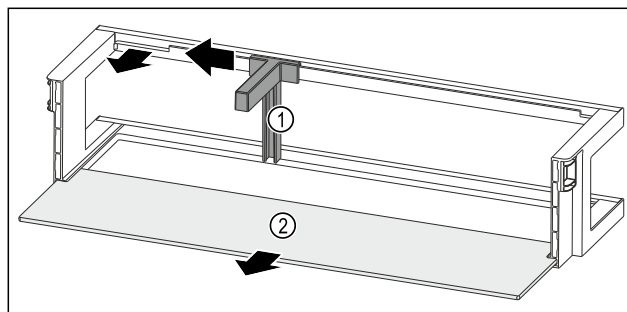

Fig. 91 Рафт на врата с преграда за бутилки и рафт
- ▶ Плъзнете преградата за бутилки Fig. 91 (1) настрани до прореза.
- ▶ Сваляте преградата за бутилки Fig. 91 (1).
- ▶ Сваляте рафта Fig. 91 (2).